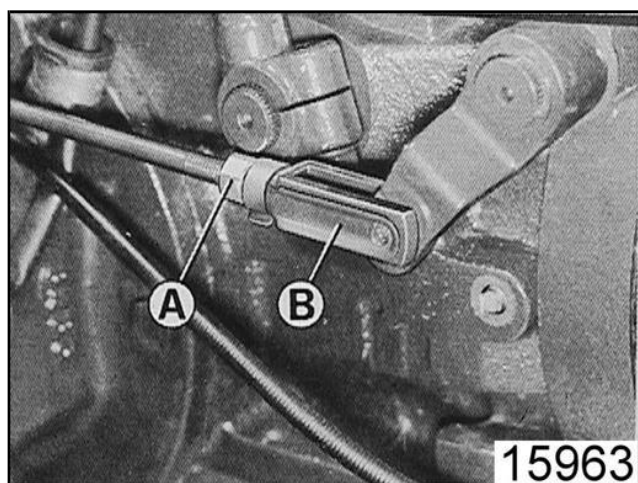

Fig.1
- allentare il dado **A** (fig. 1);